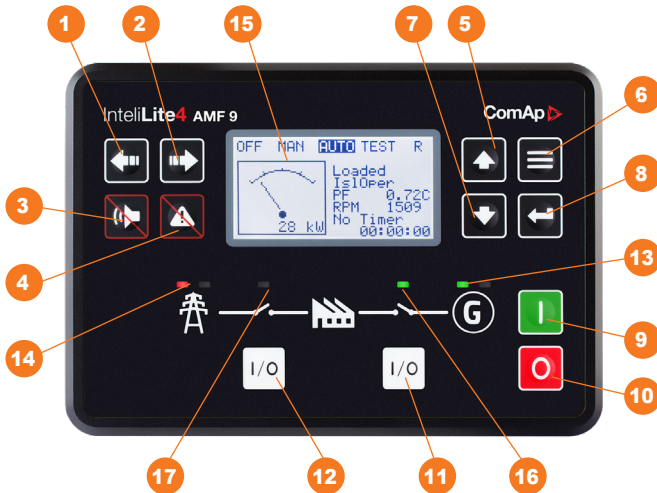
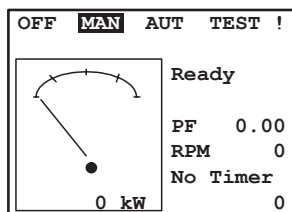
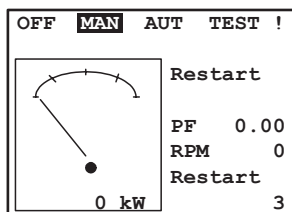

Рис. 3
Рис. 7
Рис. 8
Данная модель генератора укомплектована контроллером **ComAp IntelliLite AMF 9** (Рис. 3).
- Вставьте ключ в замок зажигания **2** (Рис. 2) и поверните его. Нажимайте кнопки **1**, **2** (Рис. 3) выберите режим **«MAN» (РУЧНОЙ)** на дисплее высветится готовность к началу запуска (Рис. 7).
- Нажмите на контроллере управления кнопку **9 «START»** (Рис. 3). Начнется обратный отсчет подготовки двигателя к запуску (Рис. 8).
- После проверки показателей переведите автоматы защиты в верхнее положение **«ON» ВКЛЮЧЕНО** и подключайте нагрузку. В процессе работы проверяйте правильность потребления электроэнергии по фазам подключения. Выбирайте соответствующий пункт меню, нажимайте кнопки **5**, **7** (Рис. 3).
- После остановки двигателя и отображения состояния покоя на дисплее (Рис. 7) извлеките ключ из замка зажигания.